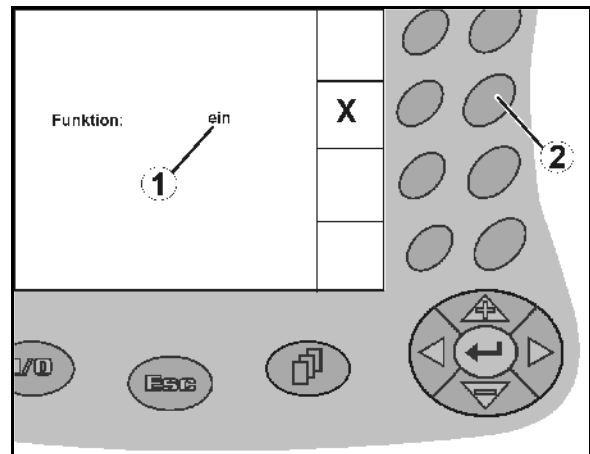

Fig. 14
- Funktionstaste (Fig. 14/2) einmal betätigen
- Funktion **ein** (Fig. 14/1).